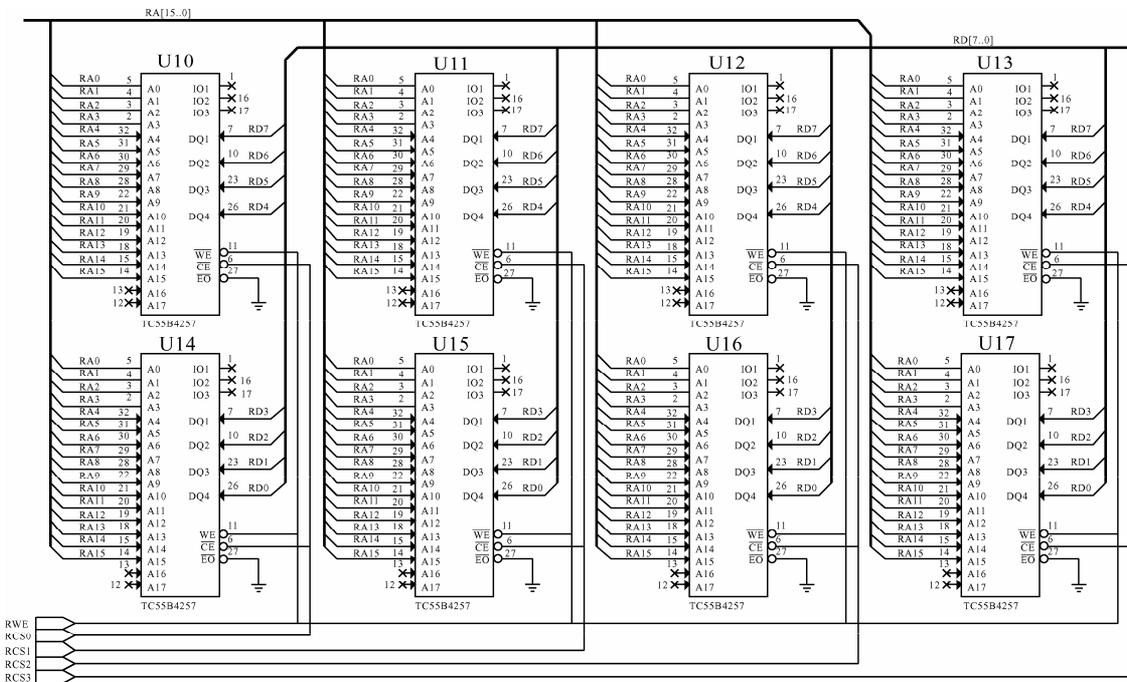

图 3-57 通过复制连接总线后的原理图
如图 3-57 所示,即为完成了所有总线连接的原理图部分。
(4) 单击“确定”按钮，即可完成总线连接的重复复制操作，从而快速地实现总线的连线。实现总线连线的图形如图 3-57 所示。
(5) 在右键快捷菜单中选择“取消”命令，或者按<Esc>键，结束复制操作。